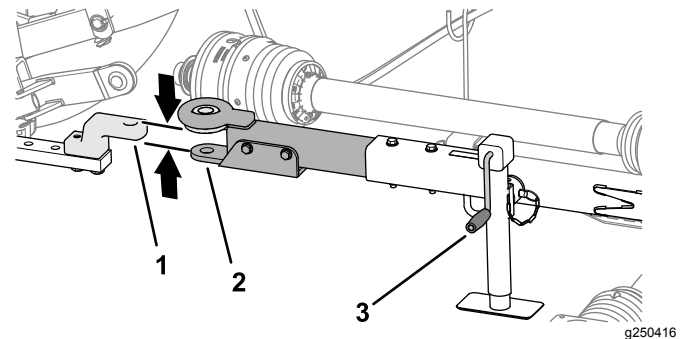

図 28
3. 牽引車両の牽引バーまたはピントルヒッチを、モアの牽引バーに揃える 図 28。
1. ジャッキハンドルで牽引バー・ジャッキの高さを調整して牽引バーを車両の牽引バーまたはピントルヒッチと同じ高さにする 図 28。